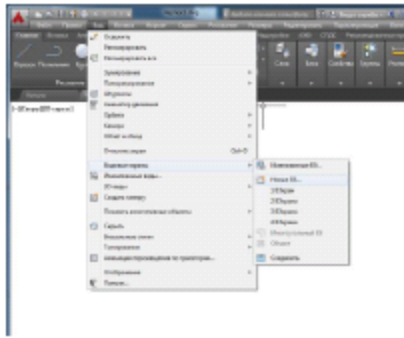
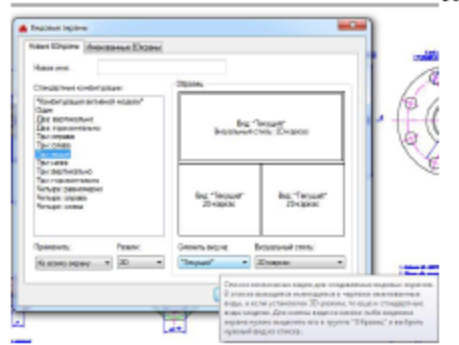

Рис. 9
Рис. 10
14. Сейчас в графической зоне AutoCADa по умолчанию открыт единственный видовой экран, полностью занимающий окно. Чтобы создать **дополнительные видовые экраны**, выберите в меню пункт *Вид* □ *Видовые экраны*. Появится подменю со стандартными вариантами компоновок (рис. 9), в кото-ром выберите пункт "*Новые ВЭ...*". В открывшемся окне просмотрите имеющиеся варианты компоновки видовых экранов и сделайте выбор, аналогичный рис.10.
15. Настройте изображения в 3-х видовых экранах, используя именованные виды: поочередно делайте окна активными, щелкнув на них мышкой. С помощью списка видов, открывающегося нажатием кнопки "Сменить вид на:" (рис.10), установите в одном экране общий вид, а в остальных – отдельные фрагменты. Нажмите "ОК".